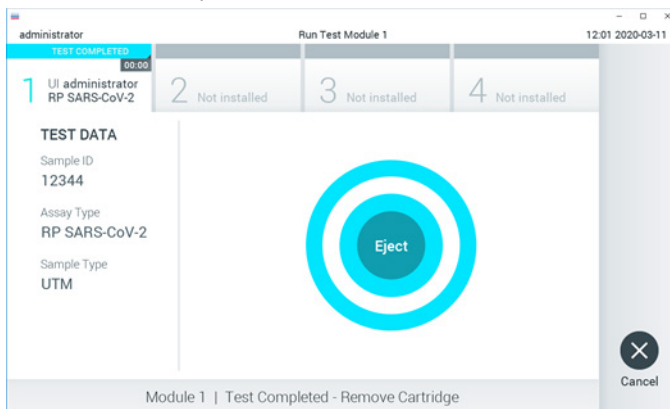

Figura 29. Schermata Eject (Espelli).
22. Al termine del test, verrà visualizzata la schermata Eject (Espelli) (Figura 29, pagina successiva) e la barra Stato dei moduli mostrerà il risultato del test come una delle seguenti opzioni: